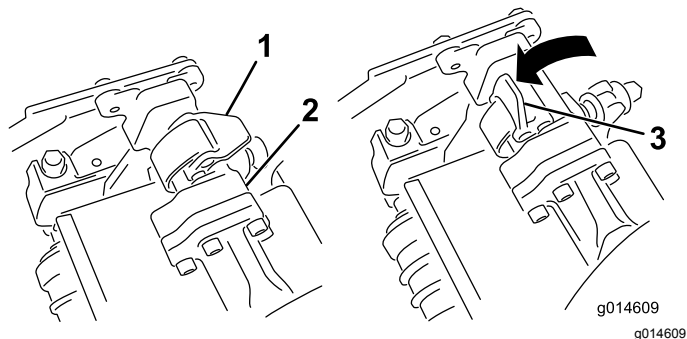
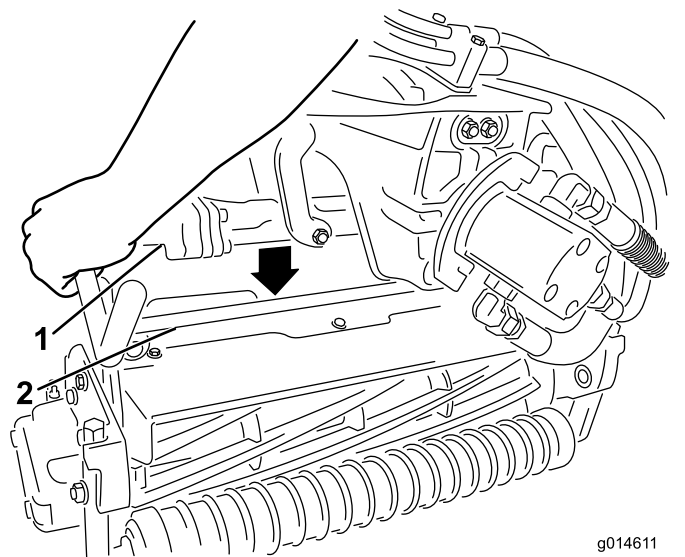

図 29
図 30
3. サスペンションアームのバーについているラッチを上向き開いた状態にして 図 29、サスペンションアームを押し下げて、バーを、カッティングユニットのバーの上に被せるようにする 図 30。
4. ラッチを下げて閉じるとカッティングユニットのバーがロックされてユニットがアームにセットされる 図 29。
4. 取り外したいカッティングユニットのサスペンションアームのバーについているラッチを開く(図 29)。